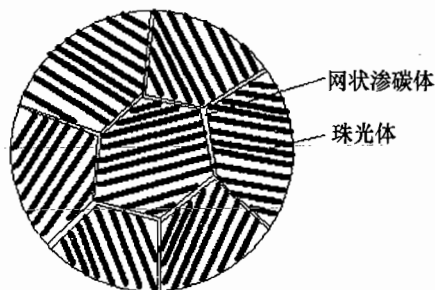

图 9-3 第七题解答图
1.1% C 的钢由液相冷却时先进入 L + γ 奥氏体两相区，形成枝晶或等轴状 γ 奥氏体，然后进入奥氏体单相区；继续冷却到 $\sim 760^\circ\text{C}$ ，沿晶界析出二次渗碳体，在 727°C 剩余的奥氏体转变为珠光体，最后的组织是珠光体 + 网状二次渗碳体，如图 9-3 所示。